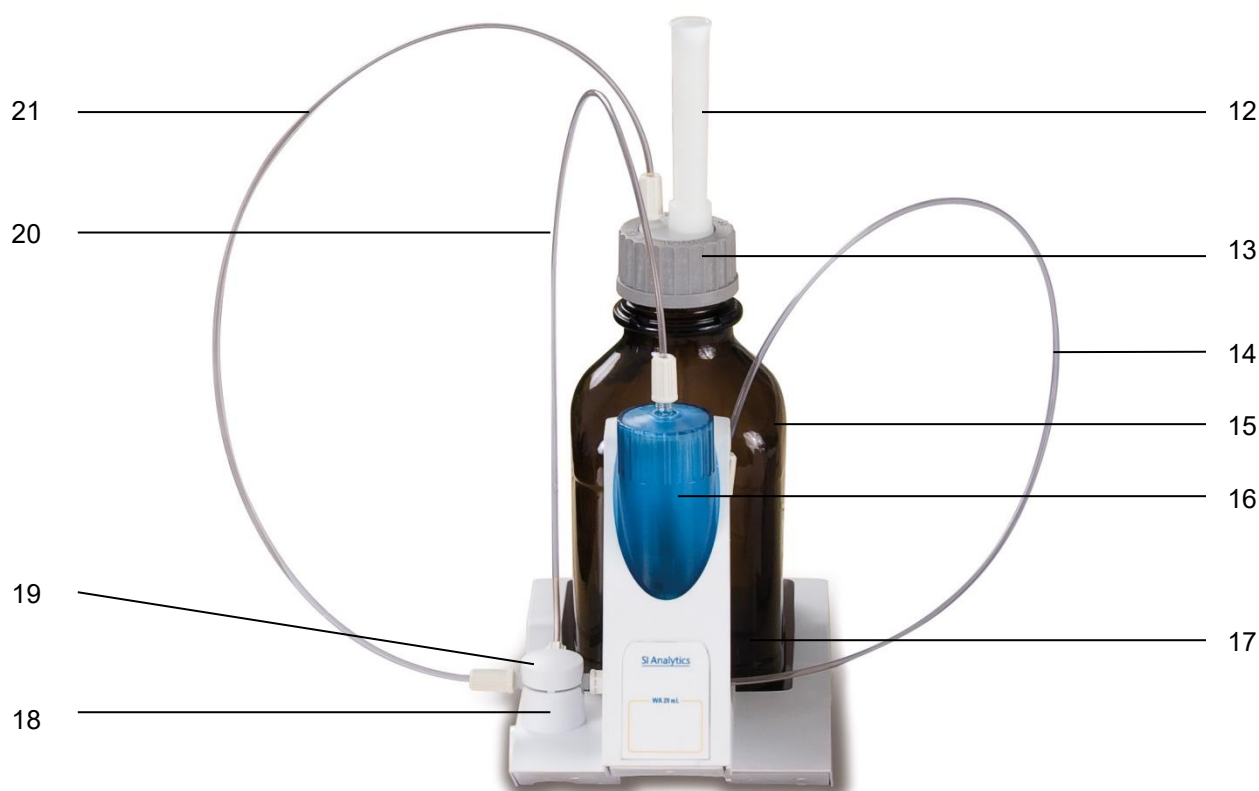

Fig. 9
Fig. 9 montre une unité interchangeable entièrement assemblée.
2. Poser le couvercle de vanne sur la vanne comme figuré (Fig. 9).